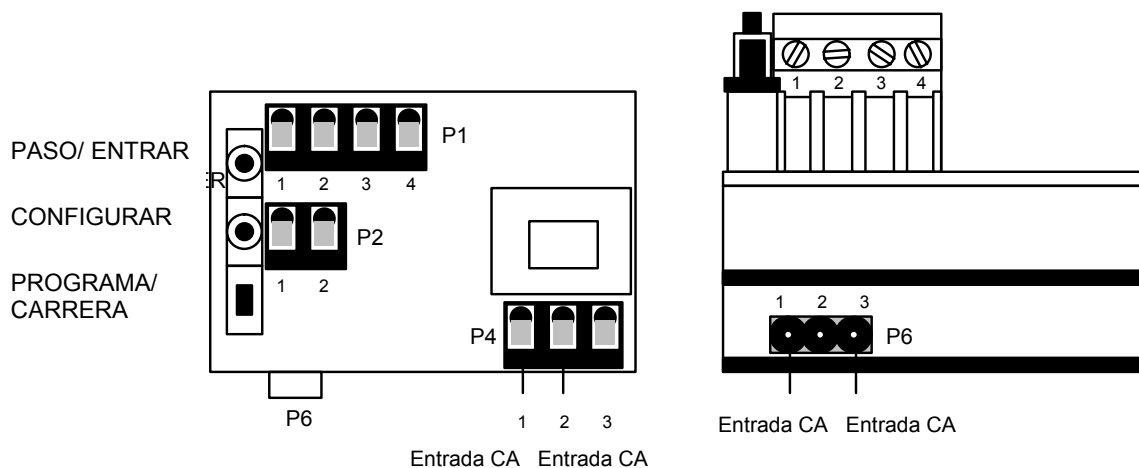

Figura 1-5. Voltímetro Digital del Control Maestro para Atenuación
- Para ingresar al menú de configuración (Figura 1-5, Tabla 1-3) deslice el interruptor RUN/PROGRAM a la posición PROGRAM (arriba o hacia el botón SET).